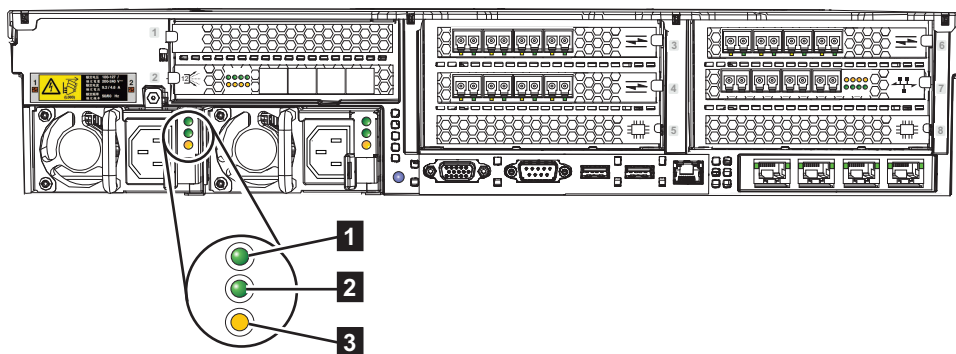

Figura 201. LEDs de CA, CC e de erro de energia do 2145-SV1
5. Verifique se o LED de energia AC (**1**) e o LED de energia DC (**2**) estão acessos. Cada fonte de alimentação tem um conjunto de LEDs indicadores, conforme mostrado em Figura 201. Neste exemplo, a figura mostra os indicadores de LED para a fonte de alimentação 1.